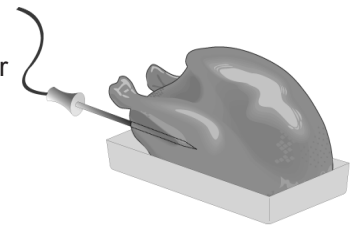

Figure 1
3. Pour la volaille entière (poulet, dinde, etc.), insérez la sonde dans la partie la plus charnue de l'entre-cuisse, en dessous et parallèle à la cuisse (voir Figure 1).